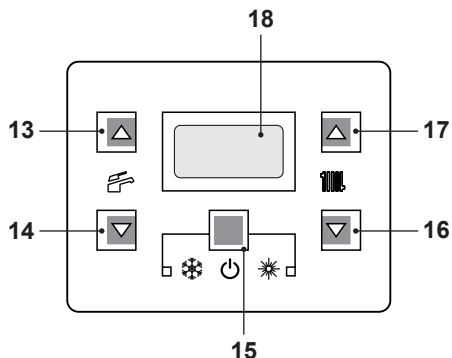
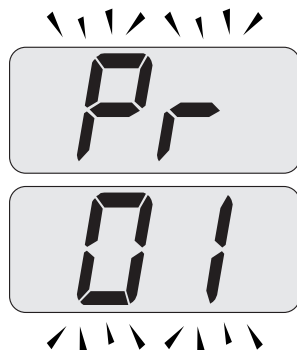
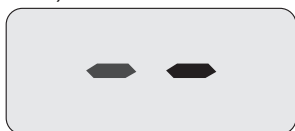

Figura 7.2
Figura 7.3
Figura 7.8
- Entrare in "modalità programmazione" premendo contemporaneamente per 10 secondi i tasti 15 - 16 - 17 (Figura 7.2) fino a far apparire sul display LCD le lettere **Pr** che si alternano con il codice **01**, indicanti l'entrata nel "parametro 01" (Figura 7.3).
- Premere contemporaneamente i tasti 16 e 17 (Figura 7.2) fino a far apparire sul display LCD le lettere **LP** che si alternano con il valore di temperatura dell'acqua di riscaldamento (es.45), indicanti l'entrata nell'attivazione della "funzione spazzacamina" alla potenza minima (Figura 7.4).
- Premere il tasto 16 (Figura 7.2) fino a far apparire sul display LCD le lettere **LP** che si alternano con il valore di temperatura dell'acqua di riscaldamento (es. **60**), indicanti l'entrata nell'attivazione della "funzione spazzacamino" alla potenza minima in sanitario (Figura 7.7).
- Spegnerne la caldaia tenendo premuto per 2 secondi il tasto 15 (Figura 7.2) fino a far apparire sul display LCD il simbolo  (Figura 7.8).